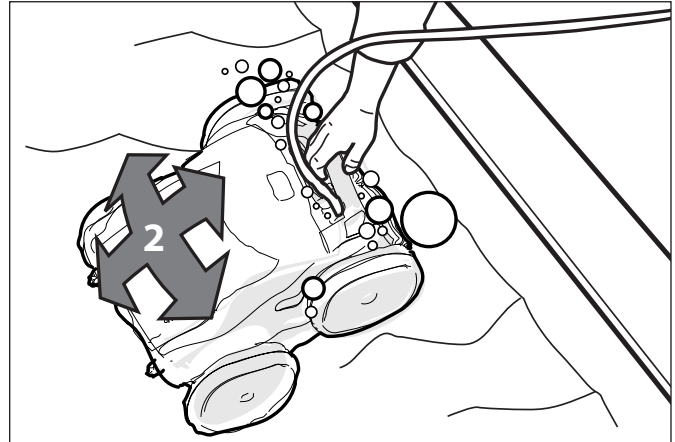

Figura 13. Sumerja el limpiador hasta el fondo de la piscina
3. Compruebe que la unidad se hunda hasta el fondo de la piscina y no flote (Figura 13).